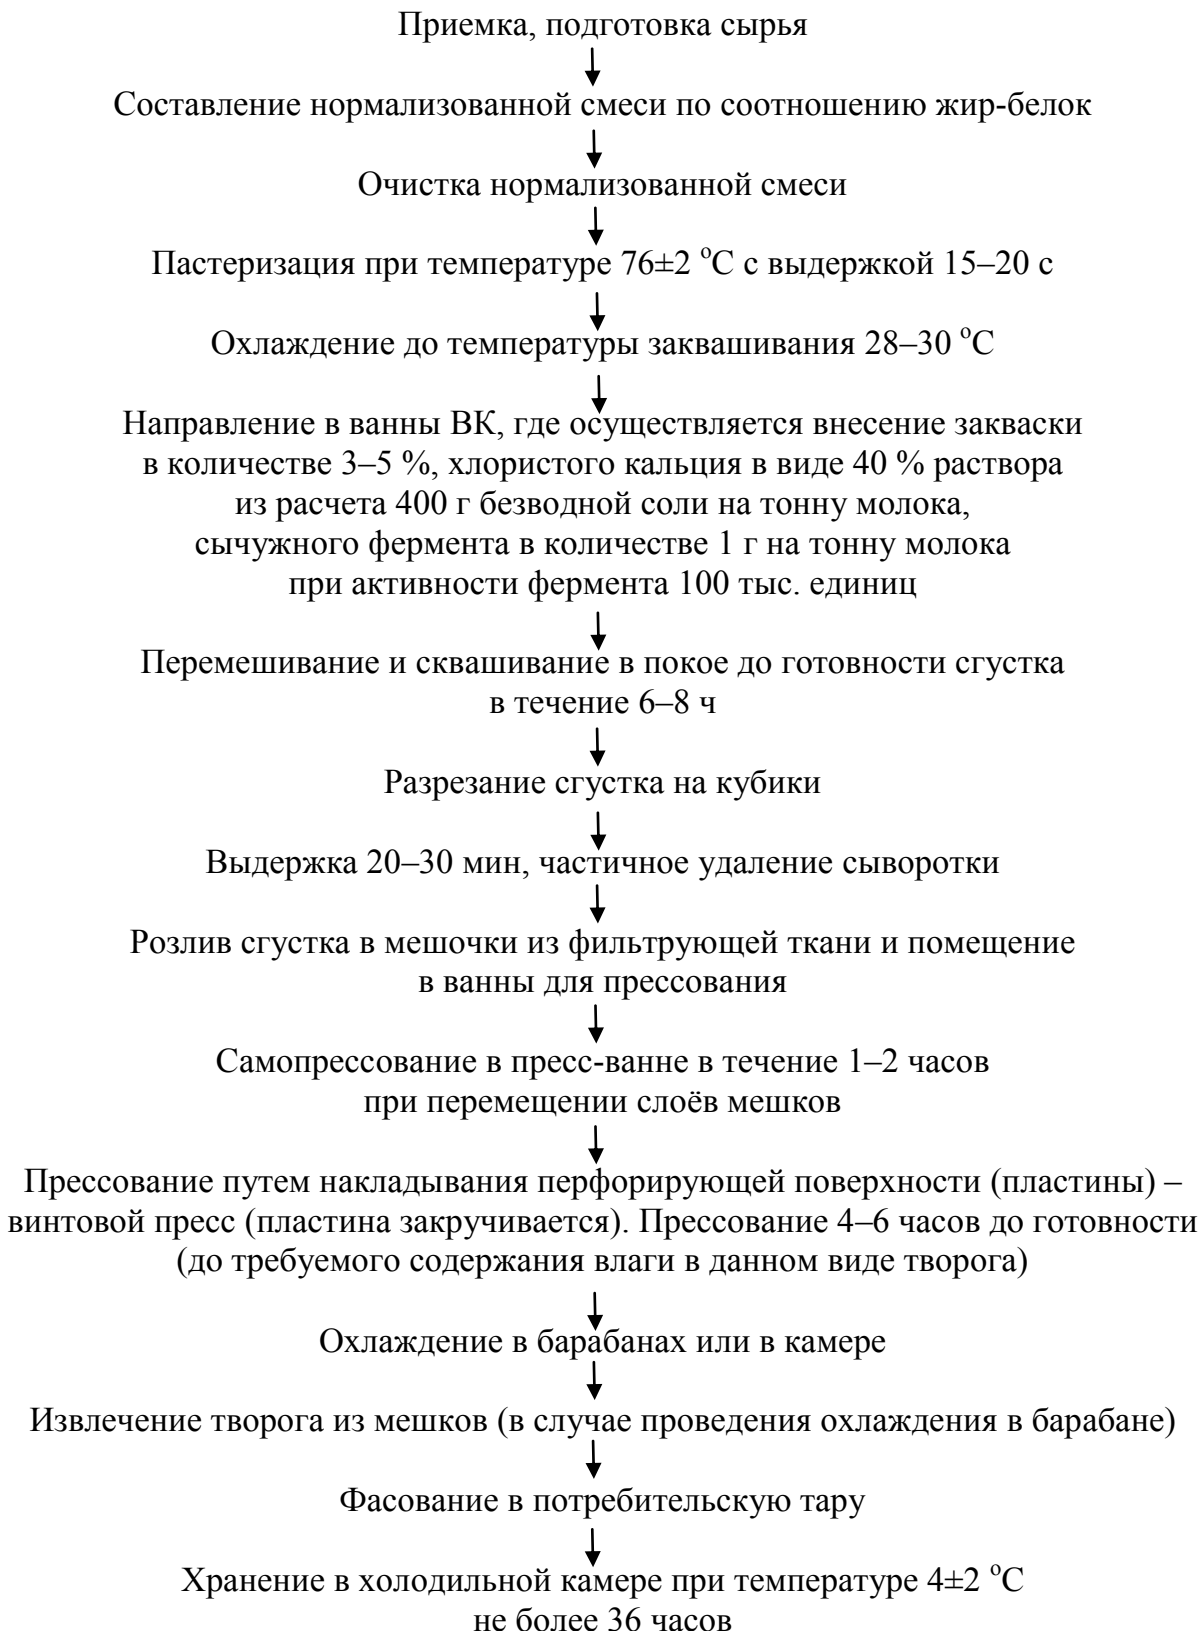

Рис. 5. Схема производства творога традиционным способом
**Творог.** Производство творога может осуществляться разными способами, при этом различают как способ образования сгустка (кислотный или кислотно-сычужный) так и организацию технологического процесса. Мы рассмотрим производство творога традиционным способом, технологическая схема которого приведена на рис. 5.